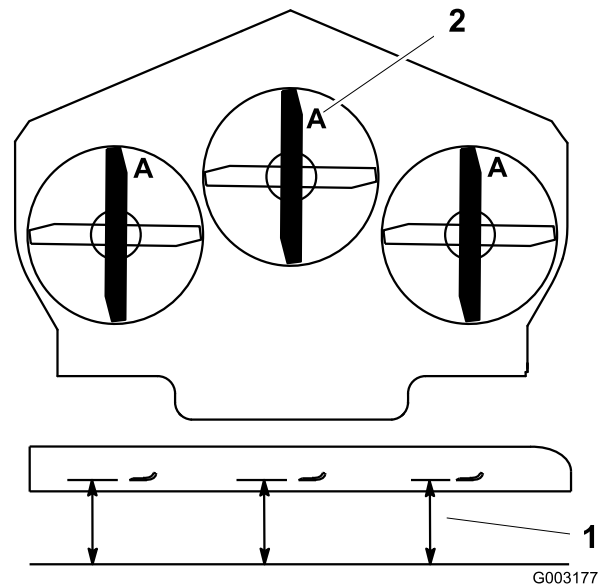

Figure 80
3. Tournez les lames dans le sens longitudinal (Figure 80). Mesurez la distance entre la surface plane et le tranchant (position **A**) des lames (Figure 80). Notez cette valeur.